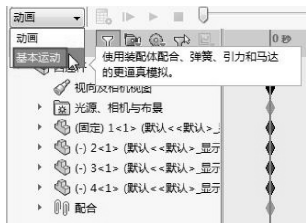

图 8-57 选择基本运动算例
- 03 在 MotionManager 工具栏运动算例类型列表中选择【基本运动】算例, 如图 8-57 所示。